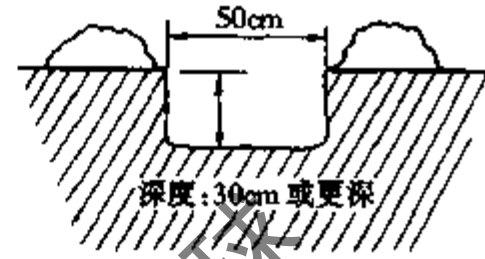

图 3-31 挖坑埋接地棒
③ 如果不用专用工具来设置接地线,可在埋设接地线以前,先挖一个坑,再埋地线,如图 3-31 所示。